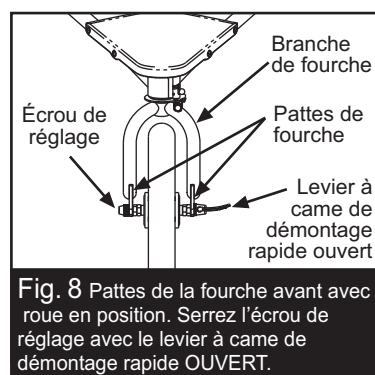

Fig. 8 Pattes de la fourche avant avec roue en position. Serrez l'écrou de réglage avec le levier à came de démontage rapide OUVERT.
- Insérez la roue entre les branches de la fourche de sorte que l'axe soit appuyé fermement au fond des fentes au bout des branches de la fourche (les pattes de la fourche). Le levier de démontage rapide devrait se trouver du côté gauche de la poussette (Fig. 8 et 9).
- En maintenant le levier de démontage rapide en position ouverte avec votre main droite, tel qu'illustré à la figure 8, serrez l'écrou de réglage avec votre main gauche jusqu'à ce qu'il touche la patte de la fourche.